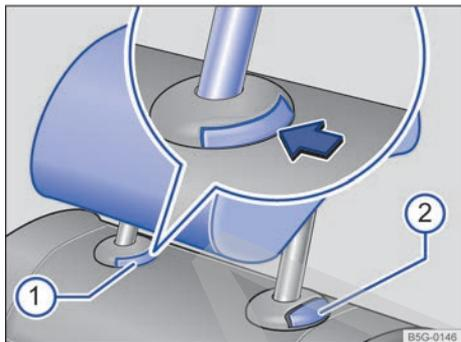

Fig. 83 Desmontaje de los apoyacabezas traseros.
- Pulse la tecla → fig. 83 ① de la guía del apoyacabezas.
- Al mismo tiempo presione la tecla ② mientras una segunda persona extrae el apoyacabezas completamente.